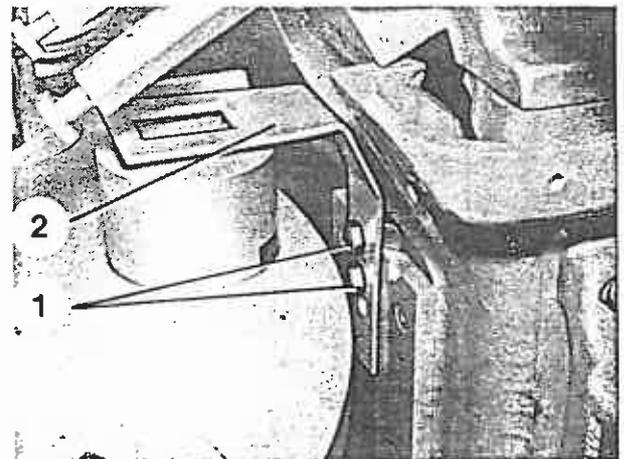

Bild 127
7. Befestigungsschrauben (Bild 127/1) lösen, Hüllenniederhalter (Bild 127/2) auf die, der Einwicklerbreite entsprechende Markierung setzen und Befestigungsschrauben wieder festziehen.